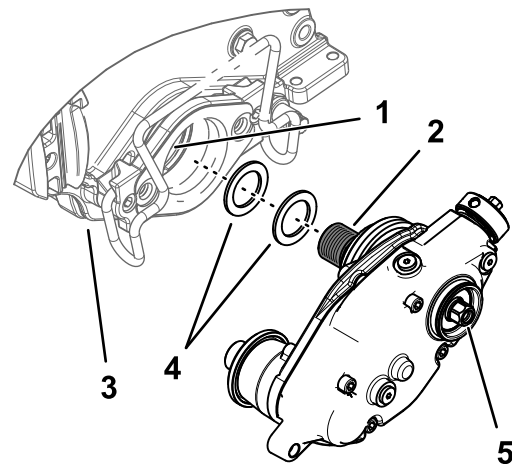

Bild 12
2. Wenn der Groomerantrieb an der linken Seite des Mähwerks montiert ist, legen Sie zwei Beilagscheiben auf das Gewinde des schwarzen Spindeladapters (**Bild 12**).
4. Befestigen Sie den Groomerantrieb an der Spindelwelle (**Bild 12**).
6. Ziehen Sie bei zurückgehaltener Spindel den Sechskantantrieb der Antriebswelle auf ein Drehmoment von 135-150 Nm an, siehe Bild 12.